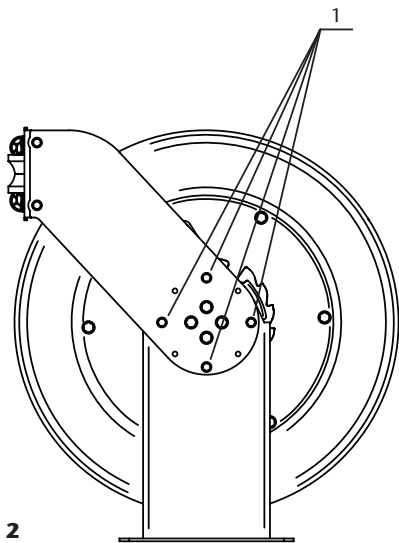

Fig. 2
Pour positionner les bras de guidage du flexible il est nécessaire de desserrer et de retirer les vis (1) (Fig. 2) des deux bras. À cette étape, le tambour et le bras de guidage sont désolidarisés du cadre. Placer ensuite les bras à la position désirée et refixez-les avec les mêmes vis.